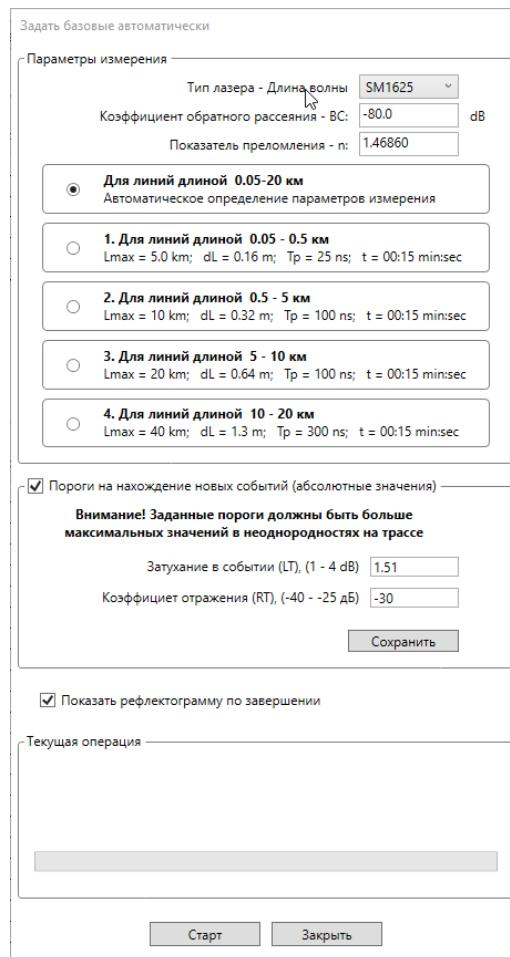

Рисунок 7-15. Настройка автоматического задания базовых для трассы
5. После успешного выполнения операции откроется окно программного компонента RFTSReflect с базовой рефлектометрией, если в окне Рисунок 7-15 было выбрано «Показать рефлектометрию по завершении».